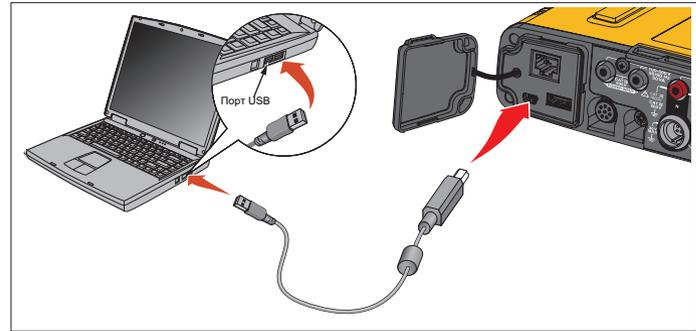

Рисунок 9. Подключение Power Logger к ПК
3. Подключите USB-кабель к USB-портам на компьютере и Регистраторе. См. Рисунок 9.
2. Если оно не установлено, активируйте точку доступа Wi-Fi регистратора. Зеленый светодиод точки доступа Wi-Fi горит и указывает на то, что точка доступа WiFi включена. Если этот светодиод не горит, подсоедините USB-кабель. См. Рисунок 9 и перейдите к шагу 5.